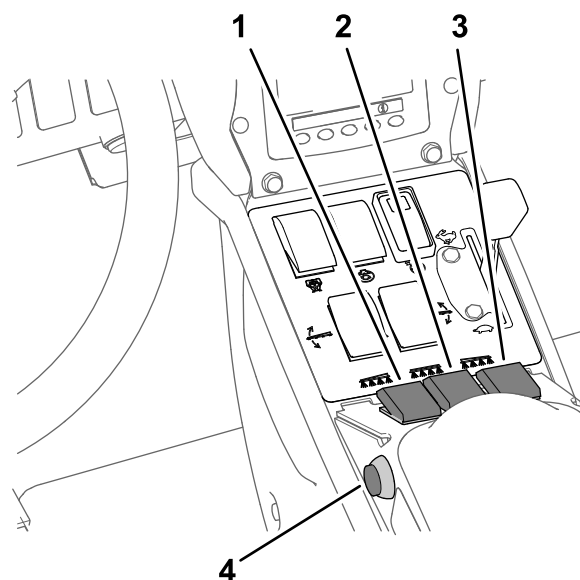

図 44
7. 個別ブームスイッチを ON にセットする 図 44。
10. 走行を開始し、所定速度に達したらマスターブームスイッチを ON にすると散布が始まる 図 44。
- マスターブームスイッチを OFF にセットする 図 44 散布率モードでの散布 (ページ 34) を参照。
- 散布したいブームのスイッチを ON 位置にする 図 44 散布率モードでの散布 (ページ 34) を参照。
- 希望速度で走行し、マスターブームスイッチを ON にすると散布が始まる 図 44 散布率モードでの散布 (ページ 34) を参照。